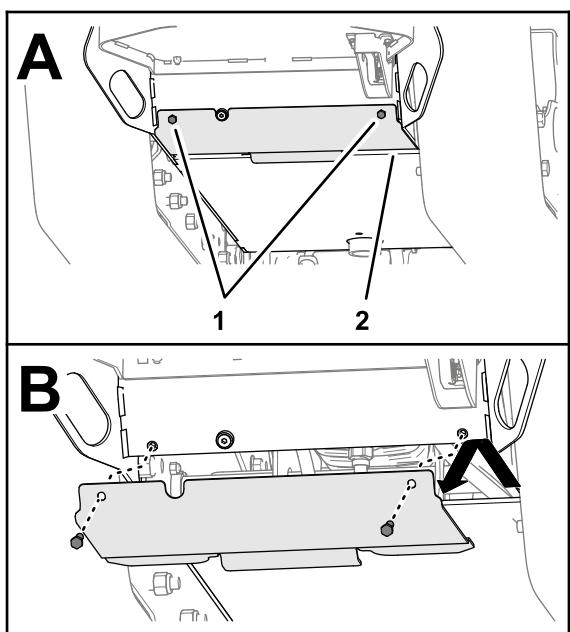

Figura 3
- Rimuovete la piastra di copertura inferiore dalla macchina (Figura 3).